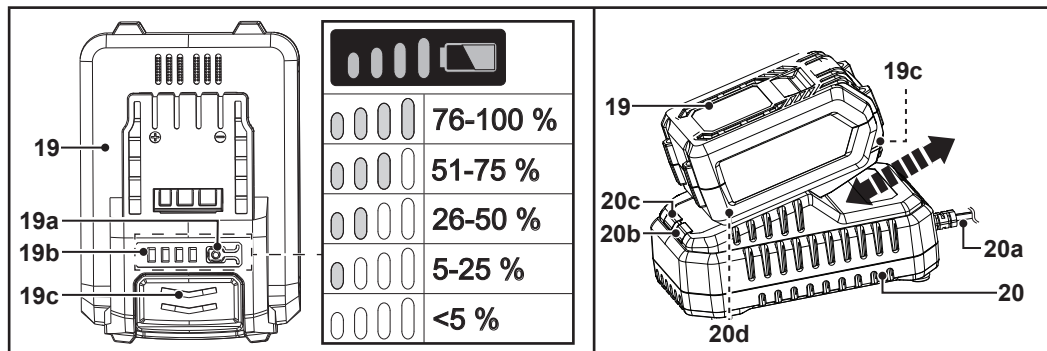

Fig. 4
1. Apasă butonul de capacitate a acumulatorului (19a) (fig. 4).
2. Ledurile indicatorului de capacitate (19b) vor rămâne aprinse circa 10 secunde (fig. 4).
4. **După finalizarea încărcării:** Ține încărcătorul (20) în poziție cu o mână. Apasă butonul de eliberare (19c) și glisează în exterior acumulatorul (19) (fig. 4).